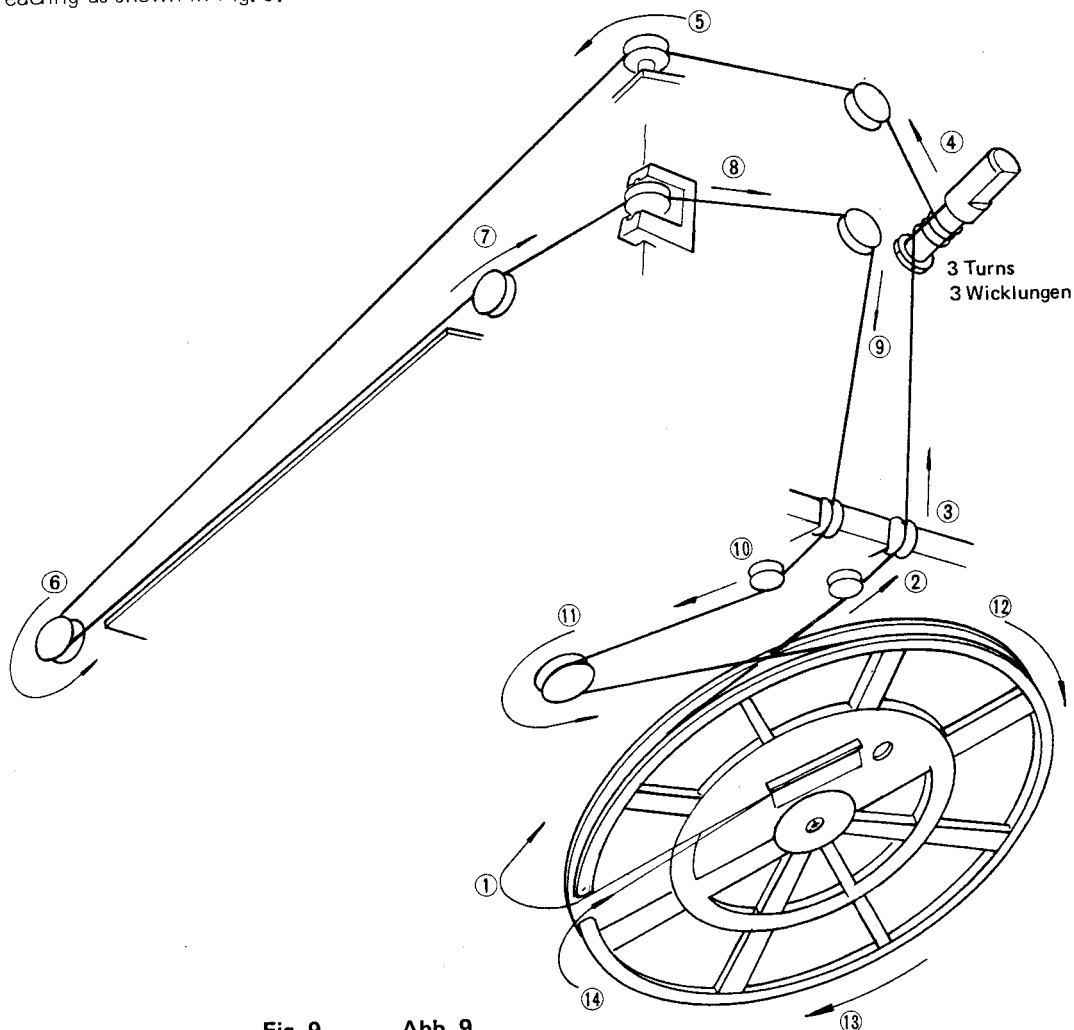

Fig. 9 Abb. 9
3. Arrows (① — ⑭) indicate correct order and indication of dial threading as shown in Fig. 9.
3. Die in Abb. 9 gezeigten Pfeile (① — ⑭) zeigen die richtige Reihenfolge beim Spannen der Skaleschnur an.